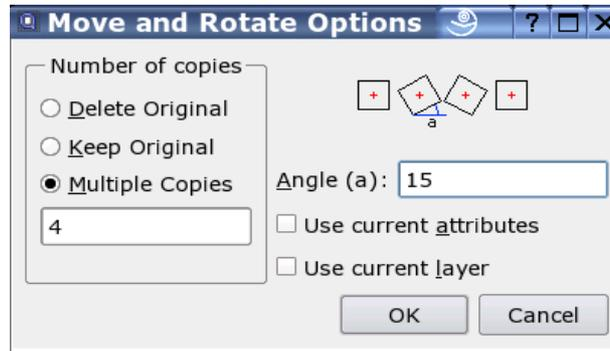

Abbildung 54: Dialog mit Optionen zum Verschieben und Rotieren von Objekten.
5. Bestimmen Sie den Zielpunkt der Verschiebung. Um die Auswahl um 50 nach rechts zu verschieben können Sie die relative Koordinate des Zielpunktes eingeben: `@50,0`. In Abbildung 54 sind der Bezugspunkt und der Zielpunkt angeschrieben. Der Rotationswinkel im Beispiel ist 15 Grad und die Anzahl Kopien vier. Der Rotationswinkel der letzten Objektgruppe ist somit 60 Grad.
6. Der Dialog mit den Optionen zum Verschieben und Rotieren von Objekten wird angezeigt (Abbildung 54). Um die selektierten Objekte zu verschieben aktivieren Sie "Original löschen", um sie zu kopieren "Original beibehalten". Ausserdem können Sie mehrere Kopien auf einmal erstellen indem Sie "Mehrere Kopien" wählen und die Anzahl Kopien im Textfeld darunter eingeben. Bitte beachten Sie, dass '9' neun Kopien erstellt und das Original beibehält. Nach dem Kopiervorgang sind also insgesamt 10 Stück der Selektion vorhanden. Alle kopierten Objekte haben die gleichen Attribute und den gleichen Layer wie die Original Objekte. Um dieses Verhalten zu ändern und alle neu erstellten Objekte mit den aktuellen Attributen oder auf dem aktuellen Layer zu erstellen, aktivieren Sie "Aktuelle Attribute verwenden" respektive "Aktuellen Layer verwenden".